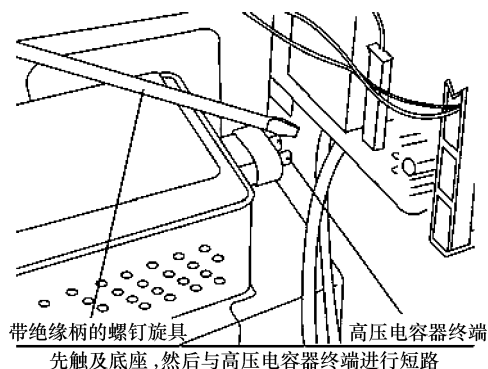

图 3-20 高压电容器放电
3) 注意高压电容器中的电荷。微波炉切断电源后，在变频器电路的高压电容器中仍有电荷存在，进行零部件更换或检测时，把电源插头从插座上拨下，用带有绝缘柄的螺钉旋具使高压电容器的终端与底座地线发生短路，以使之放电。谨记先触及底座端，然后与高压电容器终端进行短路，如图 3-20 所示。